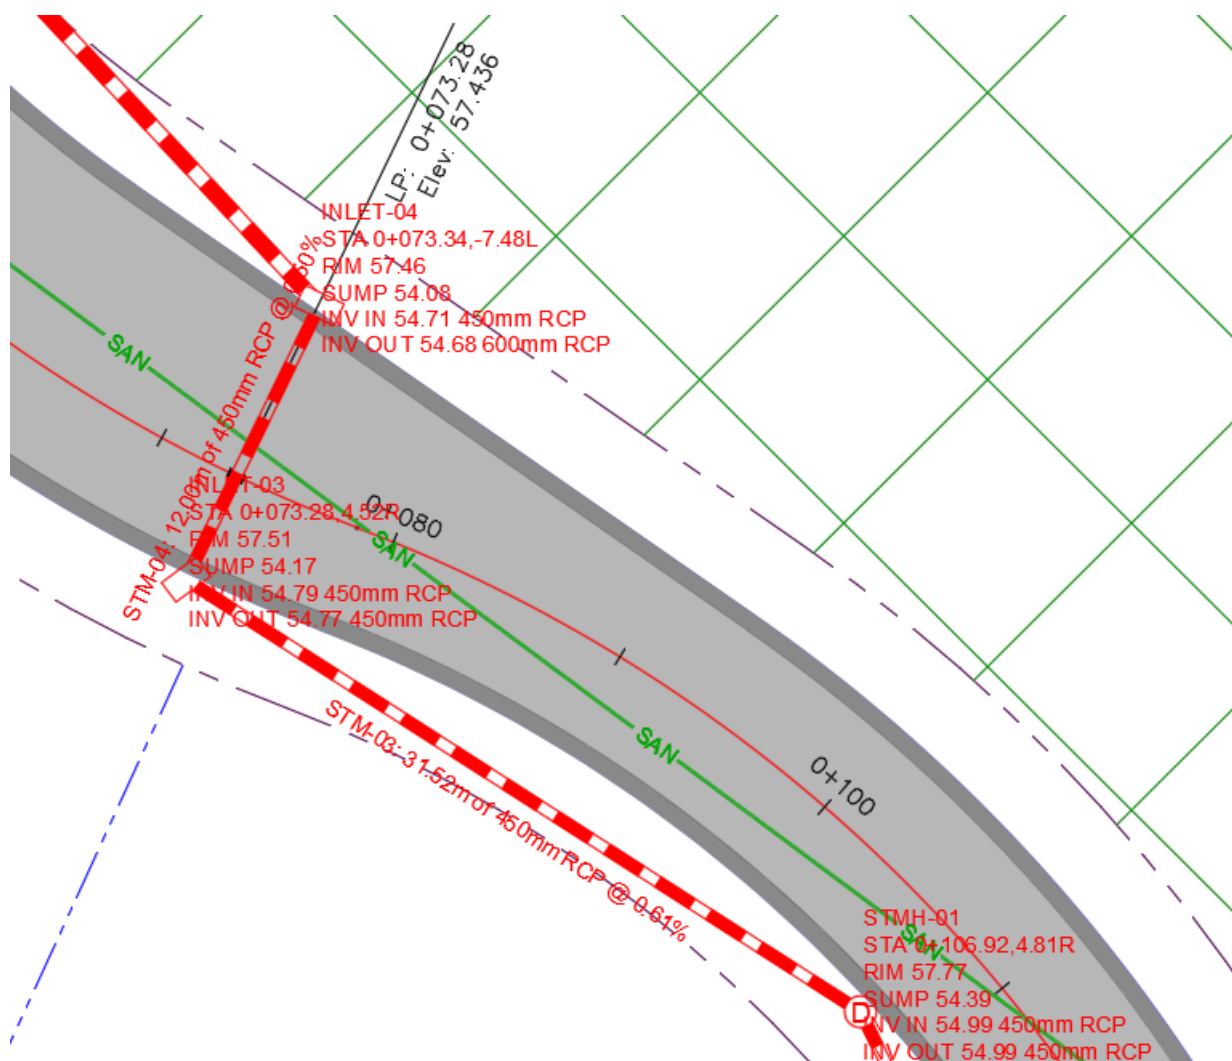
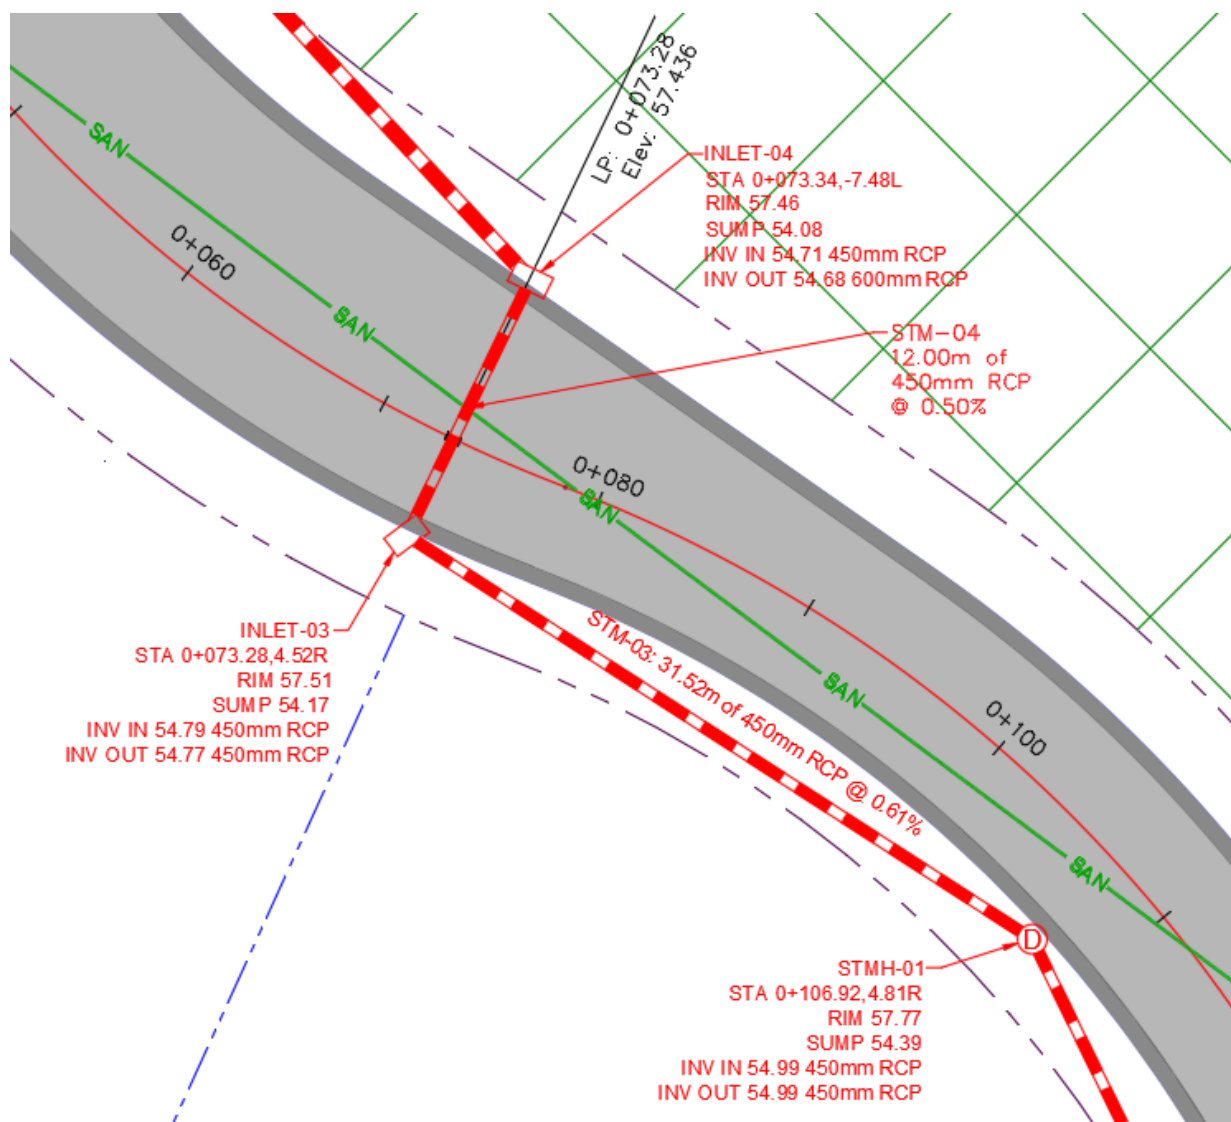

Рис. 3.12. Начальное расположение меток на чертеже
Рис. 3.13. Та же область, что была показана на рис. 3.12,
29. Щелкните по любой трубе или колодцу в ливневой трубопроводной сети около въезда на *Jordan Court*. Метки добавляются к каждой трубе и каждому колодцу в сети, и это создает на чертеже путаницу (рис. 3.12). Но это будет исправлено при выполнении следующего задания.
После окончания редактирования всех меток аннотации проекта чертеж стал гораздо аккуратнее, и метки теперь намного легче читать, как можно видеть при сравнении рис. 3.13 с рис. 3.12.